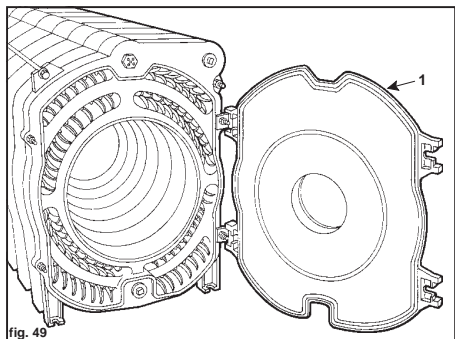

fig. 49
- 3 (Fig. 49) Tür durch Lösen der entsprechenden Kugelgriffe öffnen.